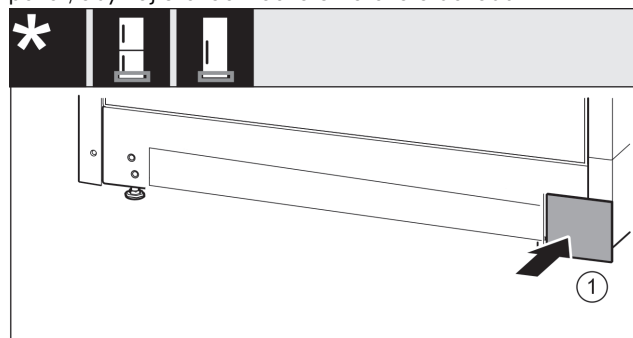

Fig. 17
- ▶ Kryt Fig. 17 (1) opět nasadte na druhé straně.